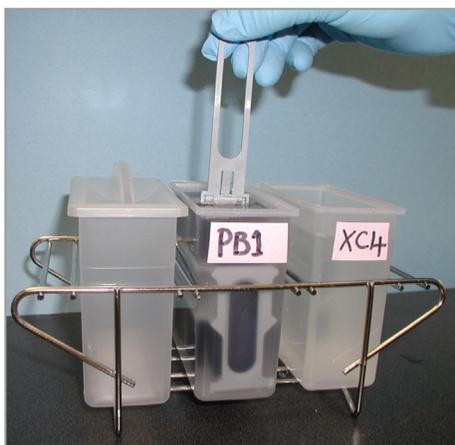

Рис. 193 Промывка чипов BeadChip в PB1
10. Переместите штатив для окрашивания вверх и вниз 10 раз, пересекая поверхность реактива PB1 (Рис. 193).